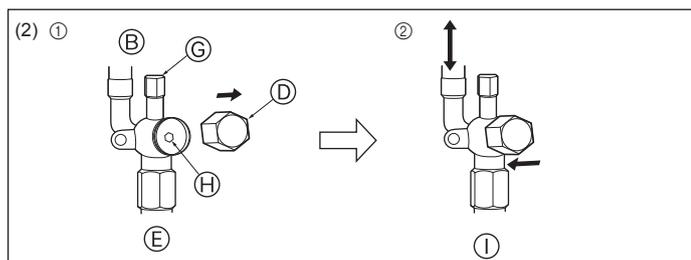

Fig. 4-10
- Πλευρά υγρού (Fig. 4-10)
- (A) Βαλβίδα
- (B) Πλευρά μονάδας
- (C) Λαβή
- (D) Καπάκι
- (E) Πλευρά τοπικού σωλήνα
- (F) Πλευρά ανοικτής θέσης
- (G) Θυρίδα συντήρησης
- (H) Οπή για το κλειδί